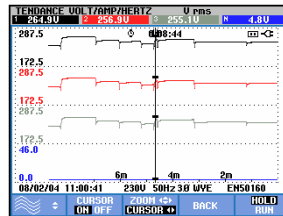

Figure 17-5. Tendance, curseur activé
- Appuyez sur F2 pour activer le curseur. À l'aide des flèches gauche et droite, déplacez le curseur horizontalement le long des tendances. La valeur des tendances au curseur s'affiche alors dans l'en-tête de l'écran comme illustré à la figure 17.5. Notez que la mise à jour de l'écran s'arrête à ce moment (mais l'enregistrement de données se poursuit). En mode Tendance, vous pouvez enregistrer jusqu'à six écrans et en affichez un à la fois. Le déplacement du curseur vers l'extrême gauche ou l'extrême droite permet de faire défiler l'affichage.